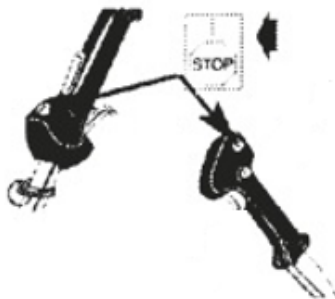

Рис. 10
1. Поставьте переключатель в положение «I (СТАРТ)» (Рис. 10).
1. Поставьте переключатель в положение «I (СТАРТ)» (Рис.10).